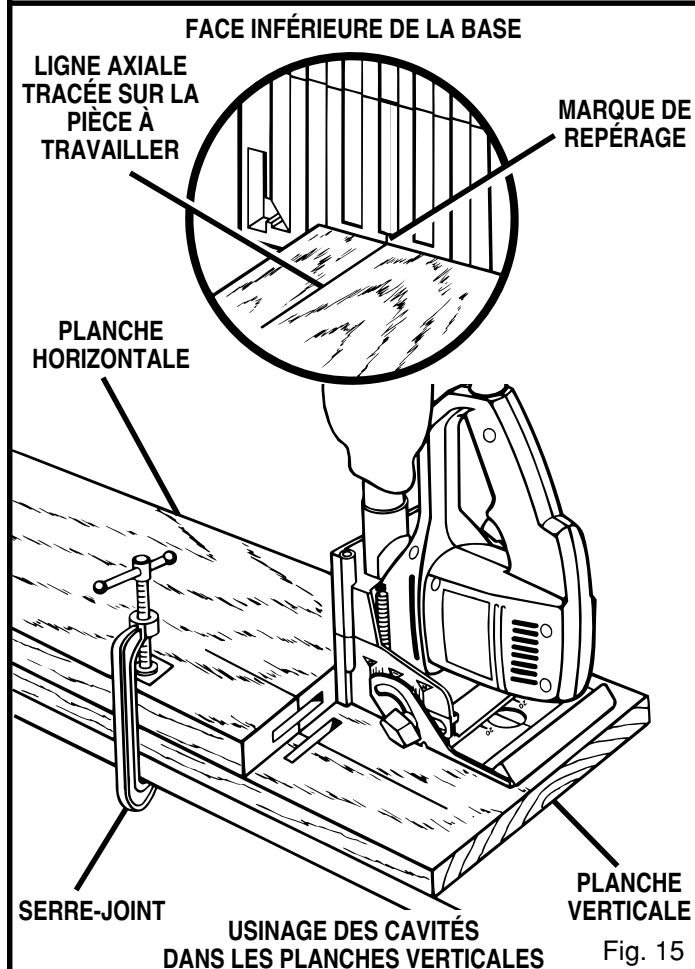

Fig. 15
8. Placez la machine d'assemblage sur la planche verticale comme on le voit à la figure 15, et alignez les marques de repérage de la base avec la ligne axiale tracée sur la planche verticale.